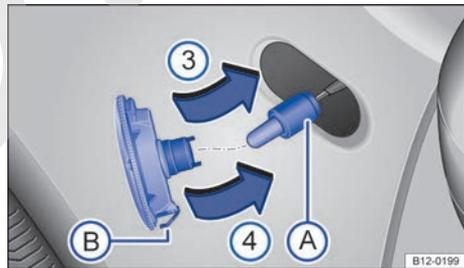

Fig. 200 Luz de giro lateral: sustituir la lámpara.
4.	Extraiga el portalámparas junto con la lámpara en línea recta → fig. 200  .